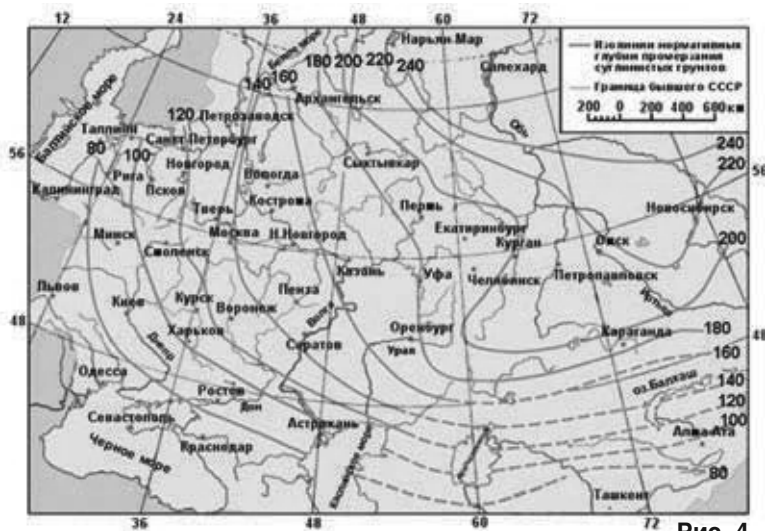

Рис. 4
10.3. Для защиты напорной трубы от промерзания необходимо утеплить верх колодца или скважины (кессон), а напорную трубу между скважиной/колодцем и домом следует проложить под землей на глубине, большей, чем глубина промерзания грунта в Вашем регионе (см. рис. 4).